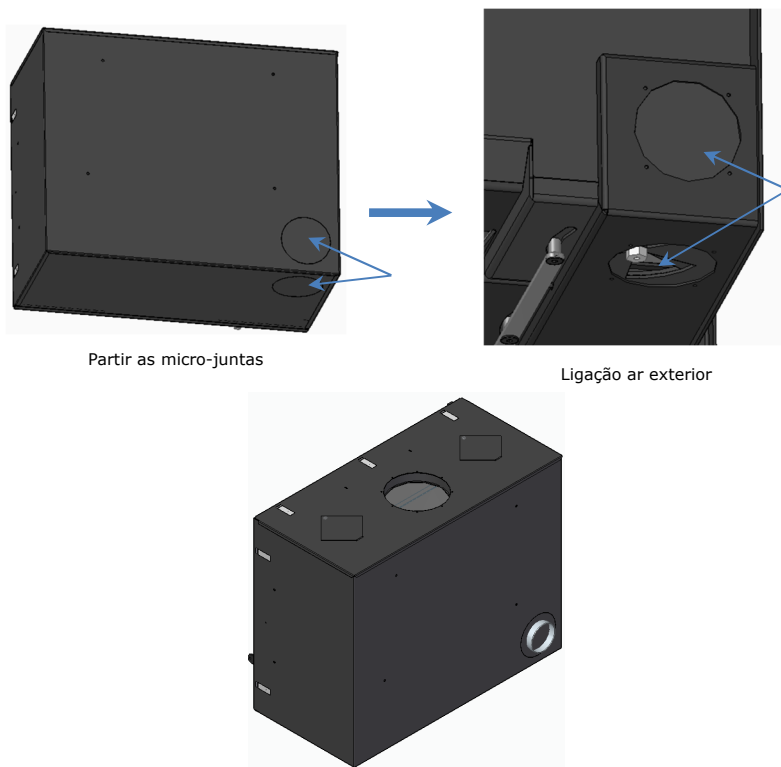

Figura 13 - Ligação ar externo
* O equipamento vem também com uma entrada de ar para combustão tapada por trás. Caso pretenda efetuar instalação ao ar exterior, terá que partir as micro-juntas das capas e fazer a ligação a uma das opções de entrada de ar, por trás ou por baixo, se optar pela de trás, terá que trocar a tampa, passando para baixo, ver Figura 13.